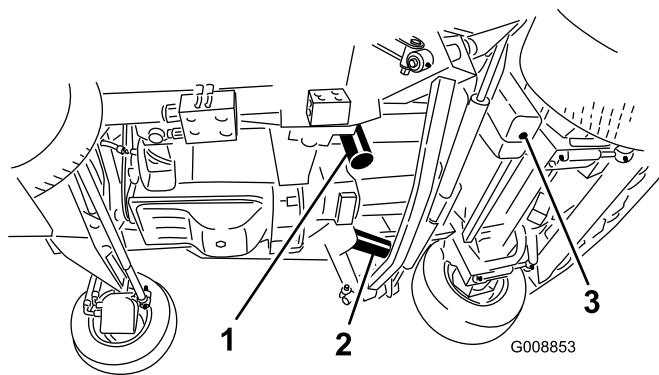

Рисунок 90
3. Снимите пробку сливного отверстия (Рисунок 90) с нижней стороны бака и дайте гидравлической жидкости стечь в сливной поддон. Когда гидравлическая жидкость перестанет вытекать, установите на место сливную пробку.
4. Очистите область вокруг места крепления фильтра. Поместите сливной поддон под фильтр, а затем снимите фильтр (Рисунок 90).